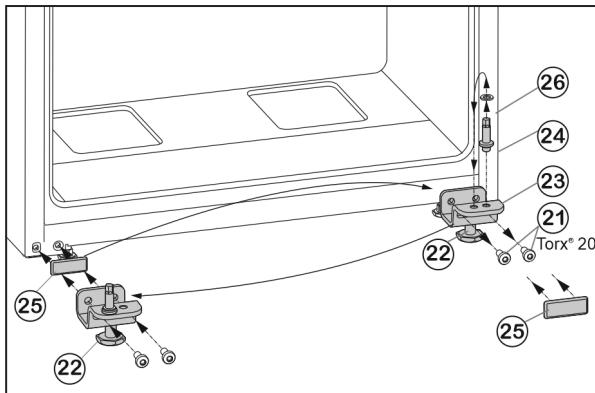

Fig. 7
- ▶ Odvijte pritrdilna vijke Fig. 7 (21).
- ▶ Odstranite ležajni podstavek spodaj Fig. 7 (23) skupaj z osovinom ležaja Fig. 7 (24), podložko Fig. 7 (26) in nastavljivo nogo Fig. 7 (22).
- ▶ Odvijte osovinu ležaja Fig. 7 (24) skupaj s podložko Fig. 7 (26) in jo prestavite v nasprotno odprtino ležajnega podstavka ter močno privijte.
- ▶ Previdno snemite pokrovček Fig. 7 (25) in ga prestavite na nasprotno stran.
- ▶ Ležajni podstavek spodaj Fig. 7 (23) skupaj z osovinom ležaja Fig. 7 (24), podložko Fig. 7 (26) in nastavljivo nogo Fig. 7 (22) ponovno trdno (s 4 Nm) privijte na novo stran tečajev vrata, po potrebi uporabite akumulatorski izvijač.
- ▶ Spodnja vrata od zgoraj nasadite na osovinu ležaja Fig. 7 (24).
- ▶ Ležajni podstavek na sredi (13) obrnjen za 180°, vstavite v spodnja vrata in ga dobro (s 4 Nm) privijte s pritrdilnima vijke (11) (2-krat Torx® 20) na novo stran s tečaji.
- ▶ Ponovno namestite plastično podložko (10).
- ▶ Nastavljivo nogo Fig. 7 (22) na ležajnem podstavku spodaj Fig. 7 (23) odvijte, dokler ne stoji trdno na tleh.